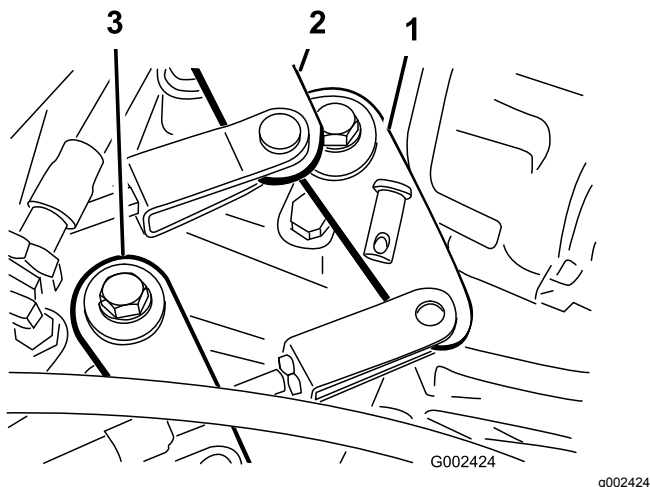

Figura 44
2. Togliete i perni che fissano i cavi ai bracci del cambio del transaxle (Figura 44).
1. Togliete il perno a testa che fissa il cavo del range Superiore - Inferiore al transaxle (Figura 44).